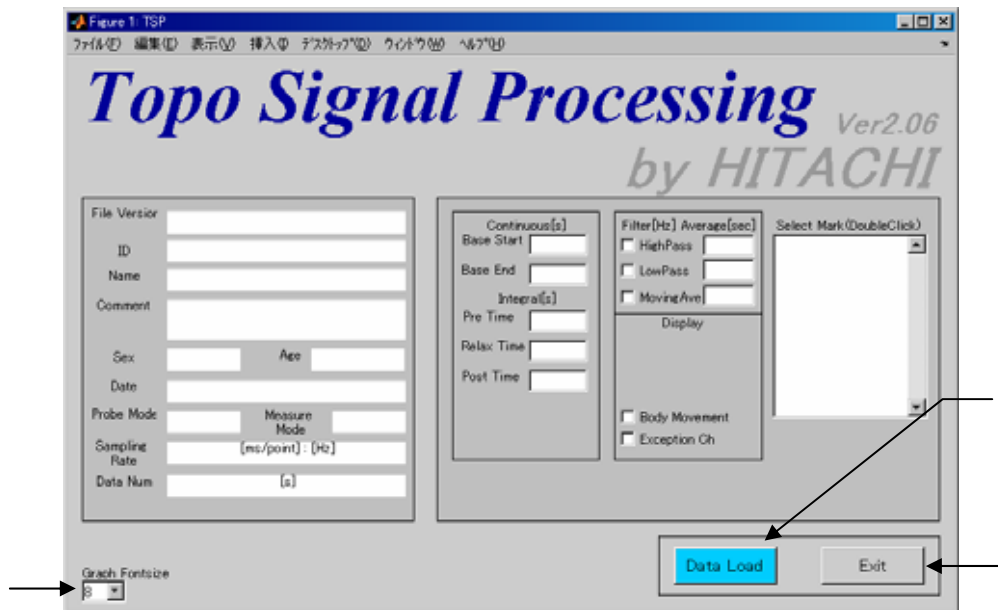

図 6.1.1 メイン画面
Topo Signal Processing を起動すると図 6.1.1 の画面を表示します。
- (1) メイン画面 (図 6.1.1) で Data Load ボタンを押し、「Raw Data Load」画面を表示します。